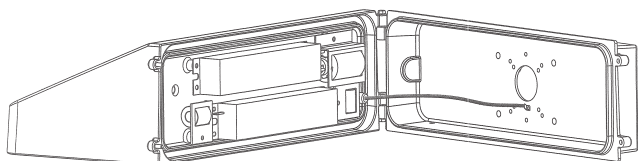

FIGURE 1
- Une autre méthode pour monter le couvercle arrière sur un boîtier de prise encastré est de le positionner soigneusement dessus et de bien le fixer avec des tire-fond (non fournis) au travers des trous fournis dans le couvercle arrière (voir la Figure 1).